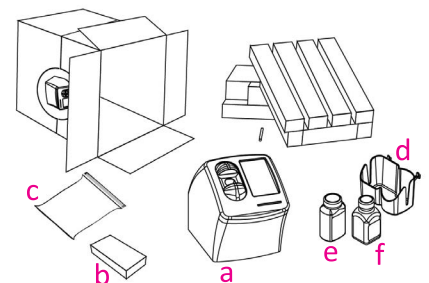

Figura 4
7. Remova as placas de isopor das laterais do instrumento (Figura 4).
Consulte a Figura 4.